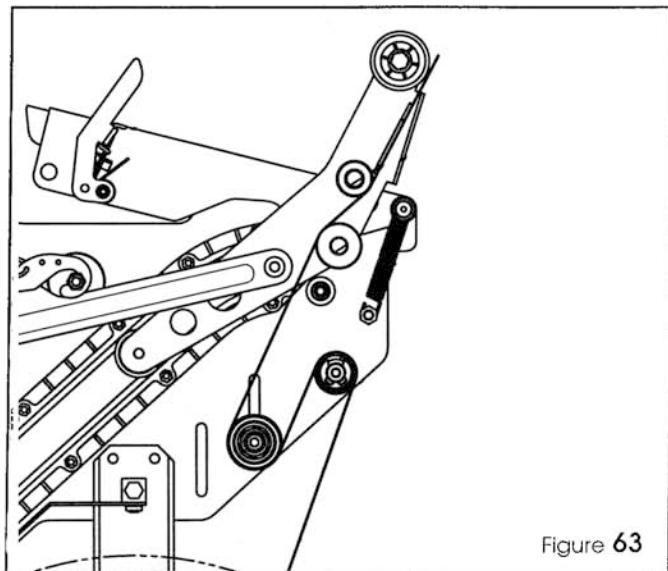

Figure 63
- Utiliser un outil à fileter comme indiqué sur la Figure 63.
- Einfädel-Plastikstreifen gemäss Schema in Figure 63 einführen.